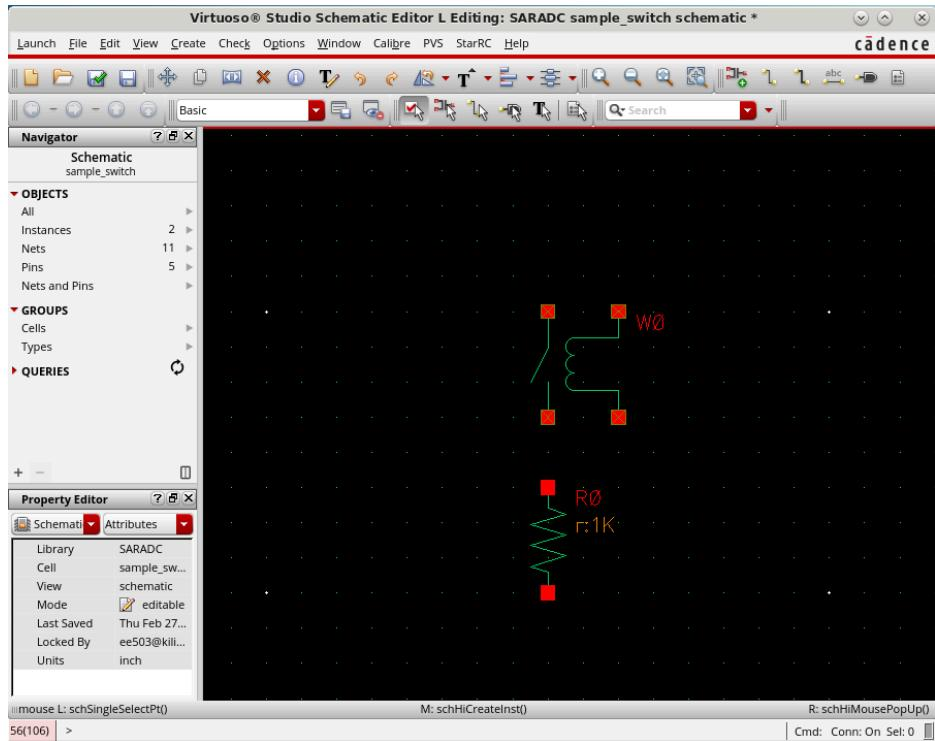

图 16 理想电阻实例化
12. 点击 Schematic 视图中的空白处，将理想电阻实例化。如图 16 所示。按键盘上的 esc 键关闭对话框。